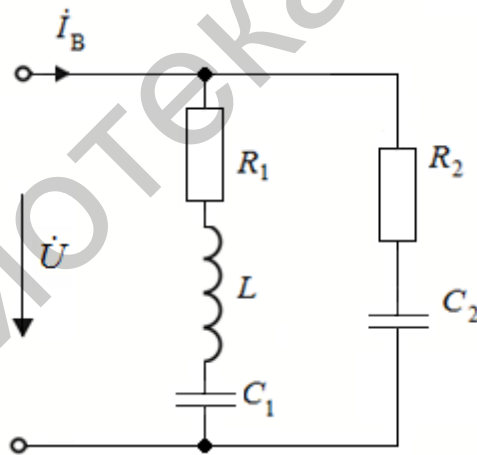

Рис. 182
4. На схеме (рис. 182) $U = 40$ В; $R_1 = 8$ Ом; $X_{L_1} = 12$ Ом; $X_{C_1} = 6$ Ом; $R_2 = 12$ Ом; $X_{C_2} = 16$ Ом.